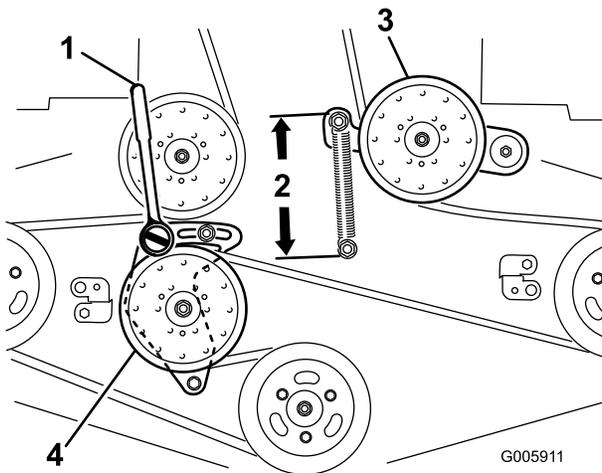

Figura 61
4. Afloje el brazo de la polea tensora fija y ajústelo para aliviar la tensión de la correa (Figura 61).
- Introduzca una llave de carraca con extensión corta en el taladro cuadrado del brazo de la polea tensora fija (Figura 61).
- Para aumentar la tensión de la correa, gire la llave de carraca en el sentido contrario a las agujas del reloj para desplazar el brazo de la polea tensora fija hasta obtener un espacio de 16,5 cm entre los ganchos del muelle (Figura 61).